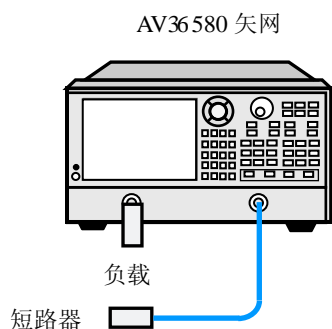

图 14-9 端口 2 校准后反射跟踪指标测试框图
- o) 如图 14-9 所示，在测量端口 2 连接短路器，端口 1 连接负载，设置“测量”参数为“S22”，重复上述步骤 m)~n)，完成端口 2 指标测量。